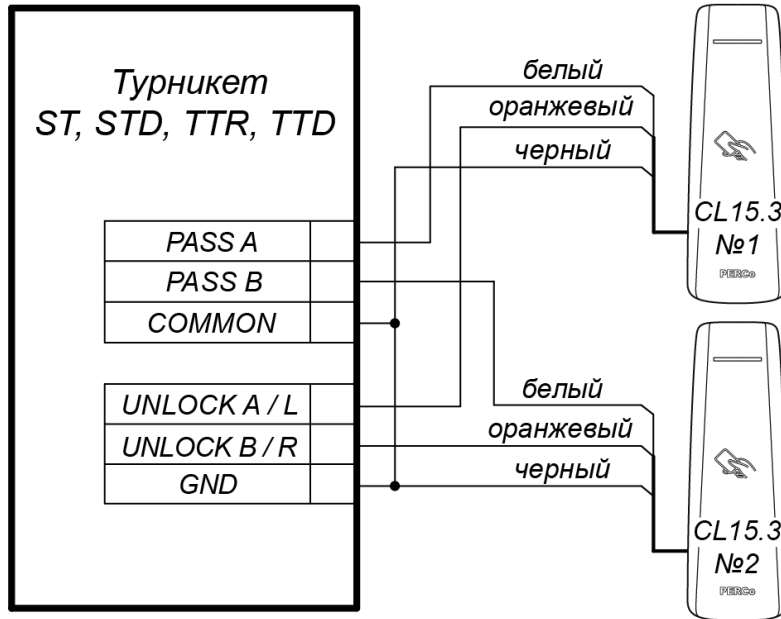

Рисунок 7. Схема подключений турникетов
- Для турникетов производства **PERCo** параметр ИУ **Режим работы выхода управления** должен быть установлен в значение **Потенциальный** (рис. 7).